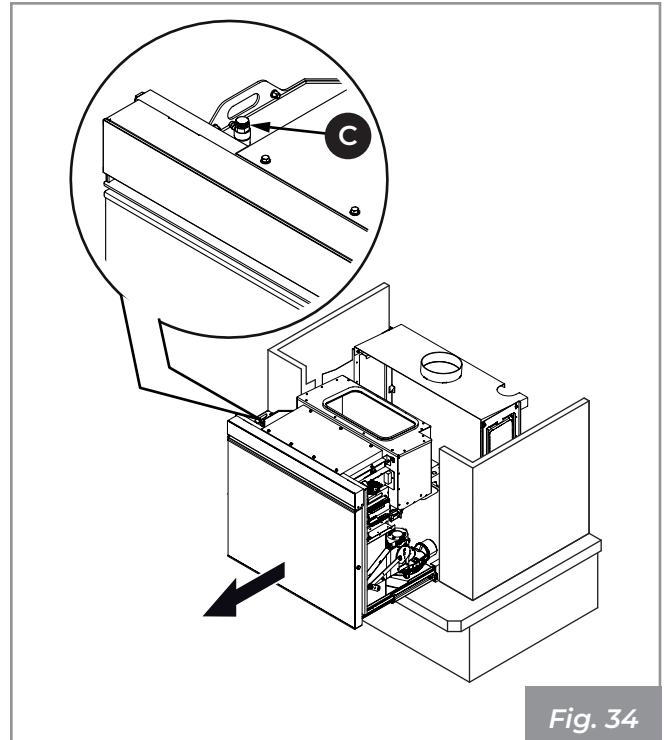
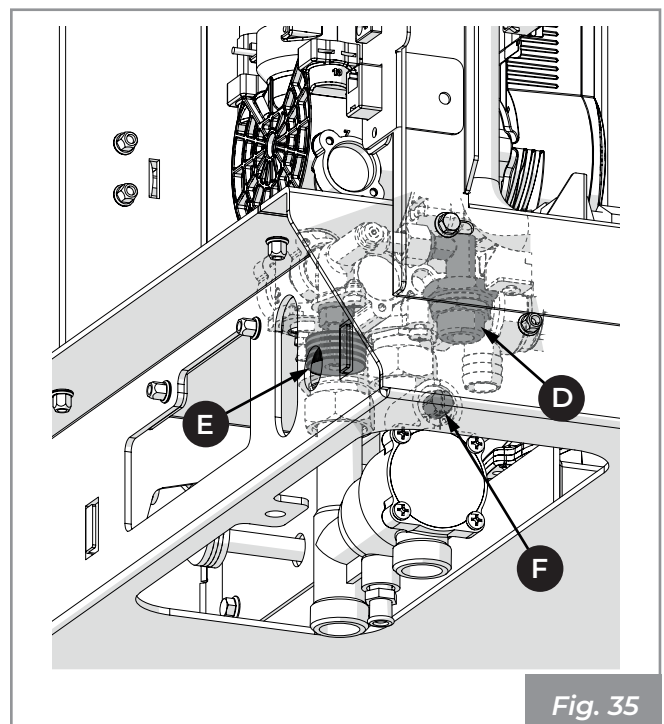
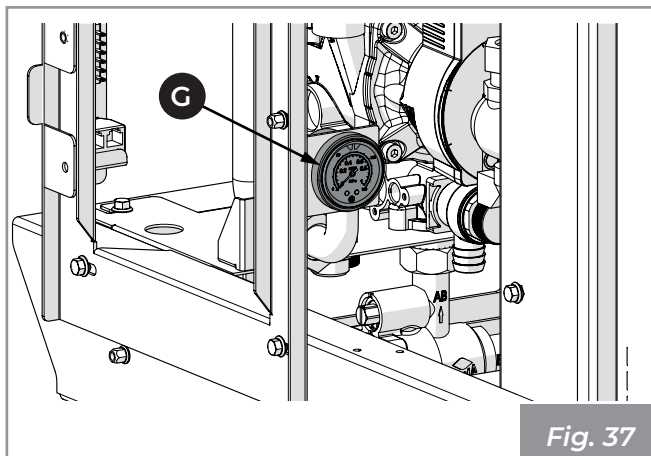

Fig. 34
Fig. 35
Fig. 37
- 4) Tirer l'appareil jusqu'aux butées des guides, desserrer le bouchon de la vanne de purge (C), au cas où il faudrait évacuer l'air de la chaudière pendant la phase de chargement de l'installation. (Fig. 34).
- 5) Connecter un tuyau d'eau provenant du réseau au raccord de remplissage (D), ouvrir la vanne de purge (C) (Fig. 34), ouvrir le robinet de remplissage (L), et laisser couler l'eau jusqu'au remplissage complet de l'appareil (Fig. 35). Fermer la vanne de purge et attendre que la pression minimale de fonctionnement (1 bar) soit atteinte, ce qui peut être manomètre (G) (Fig. 37).
- Ouvrir la vanne de purge (C) (Fig. 34), ouvrir la vanne de dérivation de la vanne anti-condensation (F), permettant ainsi à l'eau de s'écouler de l'installation jusqu'à ce que la chaudière soit complètement remplie (Fig. 35). Fermer la vanne de purge et attendre que la pression minimale de fonctionnement (1 bar) soit atteinte, ce qui peut être vérifié à l'aide du manomètre (G) (Fig. 37).